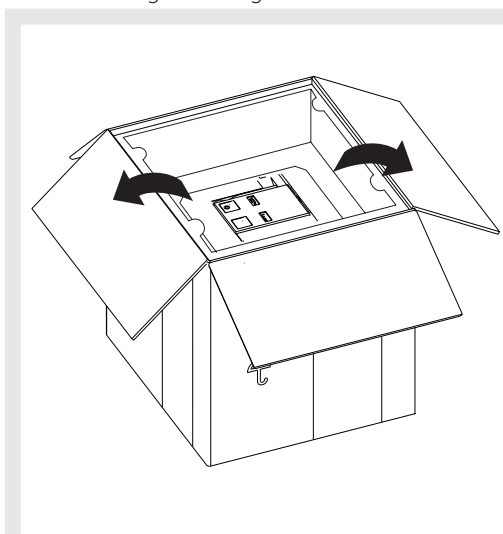
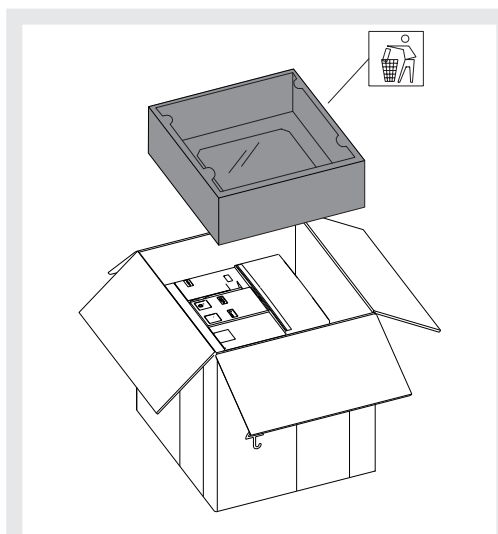

Figura 7
Figura 8
2. Aprire la parte superiore della scatola d'imballo e togliere la protezione di contenimento superiore. Vedi Figura 7 e Figura 8.